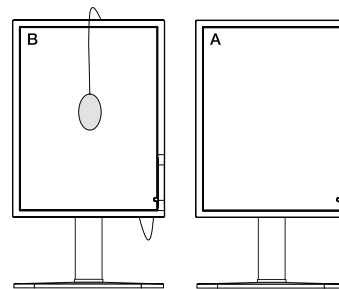

Abbildung C.2
8. Entfernen Sie den optischen USB-Sensor vom Quellmonitor A, und platzieren Sie ihn in der Bildschirmitte von Monitor B (**Abbildung C.2**).